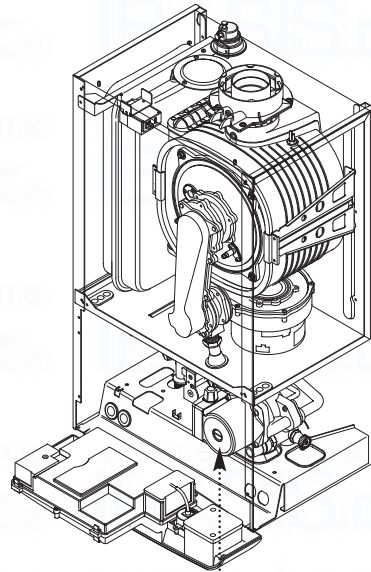

Fig. 78
14.13 Pump - Head Only (Fig. 78)